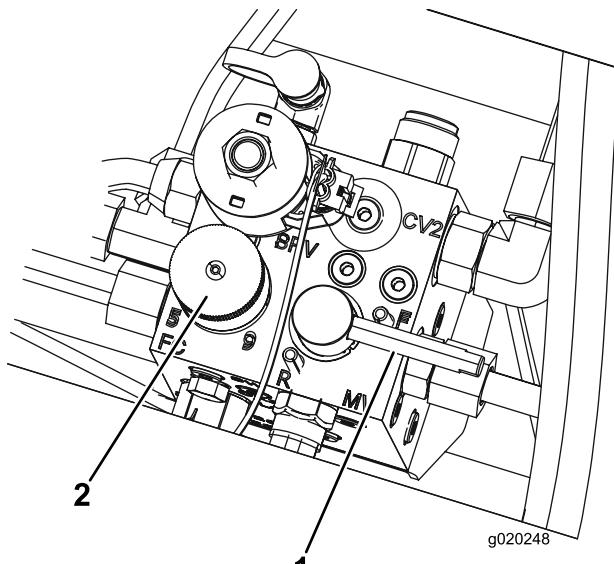

Figura 66
5. Defina o controlo da velocidade dos cilindros para a posição 1 (Figura 66).
| 6. Mova a alavanca de rectificação para a posição "R" (Figura 66). | |